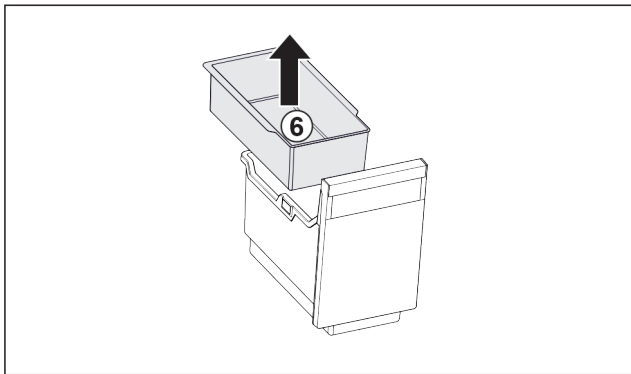

Fig. 19
- ▶ Retirar la bandeja suspendida Fig. 19 (6).